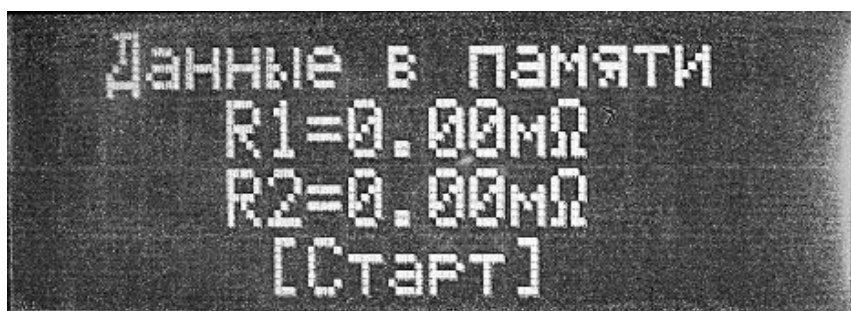

Рис.17.
7.4.5. Кнопками «◀», «▶» или ручкой «↙» выбрать меню «Режим 3/3 Расстояние до дефекта» и нажать кнопку «СТАРТ». На экране при этом появится заставка этого режима рис.17.
Внимание! Блок управления в этом режиме использует две энергонезависимые ячейки памяти. Одна обозначается R1, а вторая - R2 (рис.17). Занесенные в них данные сохраняются неограниченное количество времени и автоматически заменяются при следующих измерениях.